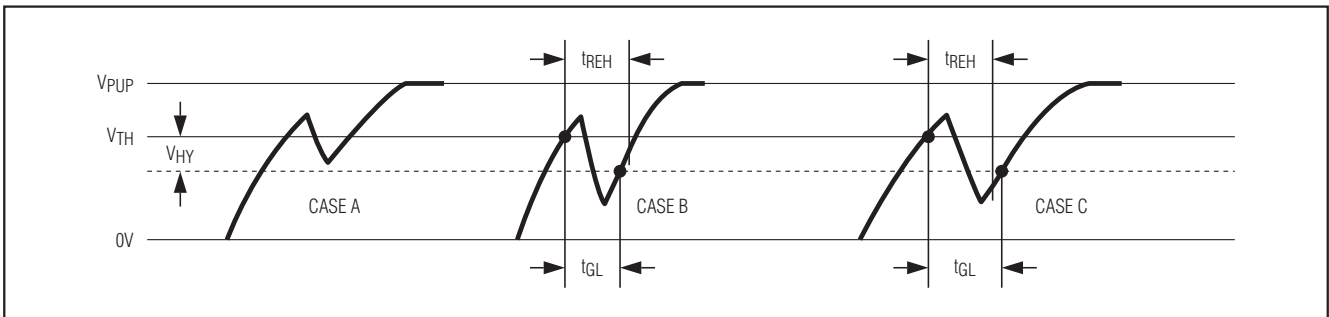

图12. 噪声抑制示意图
- 2) 在低到高的开关门限 V_{TH} 处设有一个滞回，如果有一个负毛刺低于 V_{TH} 但还没有低于 $V_{TH}-V_{HY}$ ，将不会被承认(图12的示例A)。滞回在任何1-Wire速度模式下均有效。
- 3) 由上升沿保持关闭时间 t_{REH} 定义了一个时间窗口，在该时间窗口内即使毛刺低于 $V_{TH}-V_{HY}$ 也会被忽略(图12的示例B， $t_{GL} < t_{REH}$)。大的压降或穿过 V_{TH} 门限后持续时间超出 t_{REH} 窗口的毛刺则无法滤除，会被当作一个新时隙的开始(图12的示例C， $t_{GL} \geq t_{REH}$)。